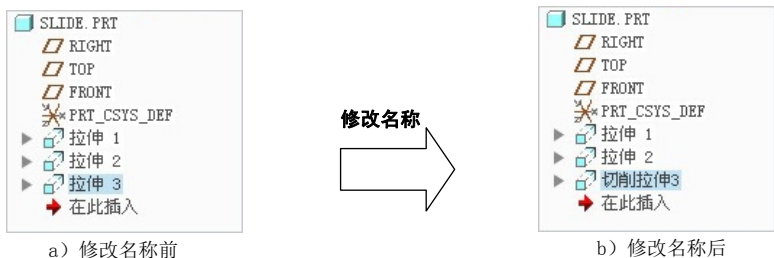

图 5.9.8 修改特征的名称
Step1. 选择下拉菜单 **文件** → **管理会话 (M)** → **选择工作目录 (C)** 命令，将工作目录设置为 D:\creo2.1\work\ch05\ch05.09。
Step2. 选择下拉菜单 **文件** → **打开 (O)** 命令，打开文件 slide.prt。
Step3. 右击图 5.9.8 所示的 **拉伸 3**，在弹出的快捷菜单中选择 **重命名** 命令，然后在弹出